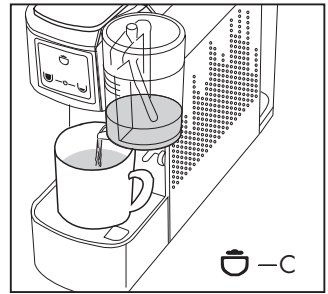

Abb. 14
- Drücken Sie die Taste (C) ; der Milchschaum tritt heraus. **(Abb. 14)**
- Den Becher (13) mit der gewünschten Milchmenge füllen und die Taste (C)  drücken und gedrückt halten, um die Abgabe der Milch für den Cappuccino zu regeln. Lassen Sie dann die Taste los wenn die gewünschte Menge erreicht worden ist. Das Gerät speichert die Zeit für die nachfolgenden Zubereitungen **(Abb. 14)**